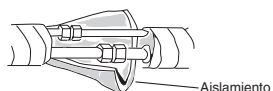

Fig. 3-62
- (3) Doble con cuidado la tubería (si fuera necesario) para que transcurra por la pared hacia la unidad exterior y, a continuación, coloque cinta aislante en las conexiones. La manguera de drenaje debe bajar de la pared a un punto donde el agua no manche la pared.
- (4) Conecte el tubo de refrigerante a la unidad exterior. (Tras realizar una prueba de fugas en la parte de conexión, aislo con el aislante de tuberías. (Fig. 3-62)
- (5) Ensamble el tubo de refrigerante, la manguera de drenaje y el cableado entre unidades, tal y como se muestra en la Fig. 3-62.